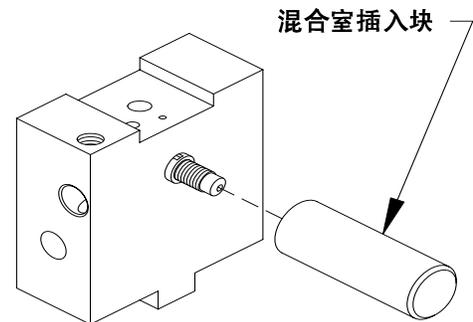

图 27: 混合室就位
6. 让枪块的后部朝着您的手掌，将混合室插入块放在混合室的前端，使其平整地放在混合室凸缘上。用榔头轻击插入块，直到混合室的凸缘与枪块表面齐平为止（图 27）。